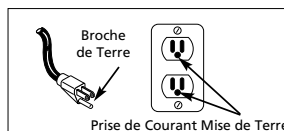

Figure 3 - Méthode de mise à la terre
3. Ce produit est conçu pour l'utilisation d'un circuit de 120 volts et a une fiche de mise à la terre comme celle indiquée sur la Fig. 3. Assurer que le modèle est branché à une prise de courant qui a la même configuration que la fiche. Ce produit doit être mis à la terre. Dans